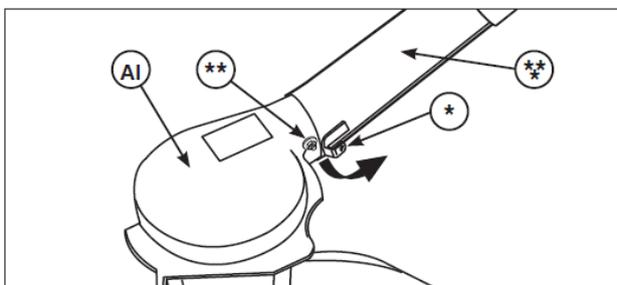

図 33
2. 留め金 (図 33 の*) をナットと六角ボルト (**) の上から外し、チューブ Assy の吸引側の端 (***) をブロワー (AI) から取り外してください。